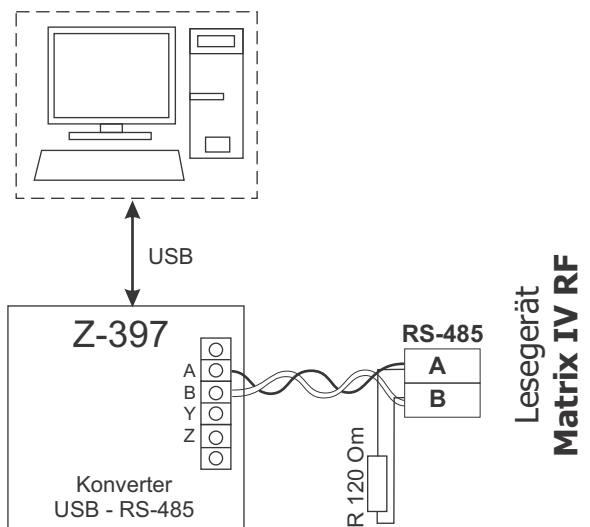

Abb. 3 Anschluss über RS-485.
- Beim Anschluss über RS-485 wird eine Leitung des Twisted Pair mit A und die andere Leitung mit B verbunden (siehe Abbildung 3).